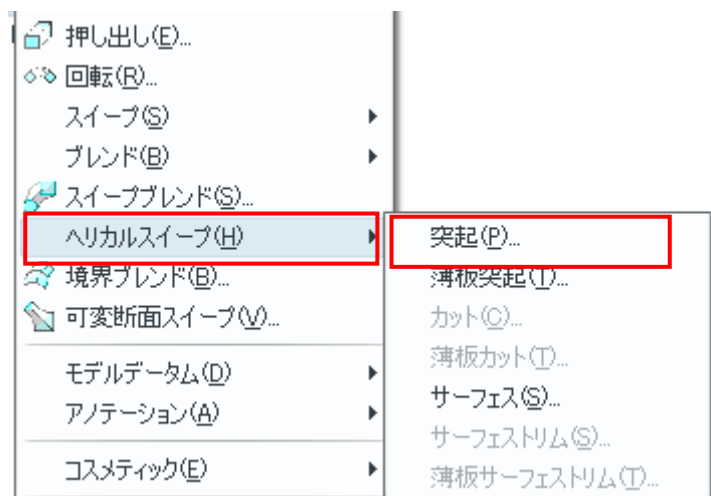

図 16.2 挿入のヘリカルスイープと突起
- 1) メインツールバーの「挿入」から「ヘリカルスイープ」⇒「突起」⇒「ピッチ一定」⇒「Thru Axis」⇒「Right Handed」⇒「Done」⇒「Done」⇒「データム B (FRONT)」をピックする⇒「OK」⇒「定義」してスケッチする。(図 16.2) ~